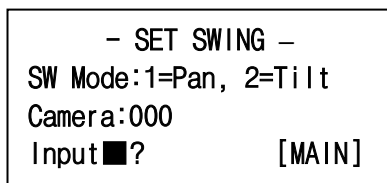

図3-14
**Swing 設定:** Set → Swing(図3-14) Swing Mode選択(1=Pan,2=Tilt) → ENT